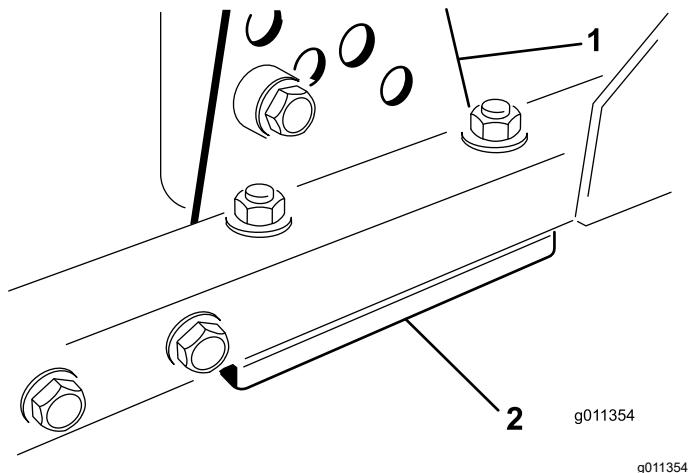

Figura 96
- Togliete la staffa dell'altezza di taglio (anteriore, sinistra o destra) dal telaio dell'apparato di taglio (Figura 96).
- Regolate gli spessori da 1,5 mm e/o gli spessori da 0,7 mm tra il telaio dell'apparato di taglio e la staffa per ottenere l'impostazione dell'altezza desiderata (Figura 96).